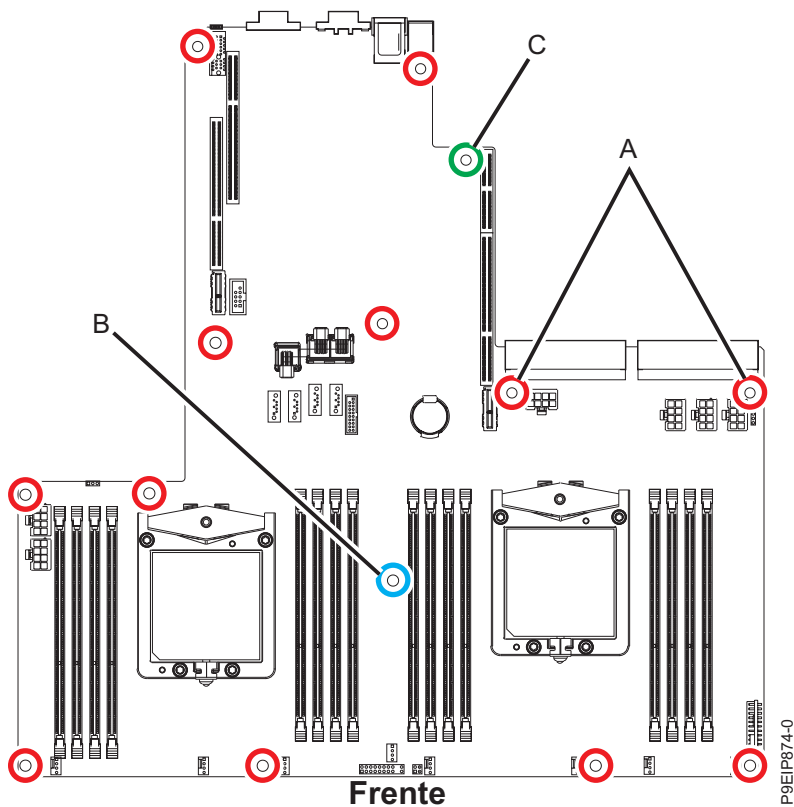

Figura 67. Locais dos parafusos
10. Remova os 14 parafusos do painel traseiro do sistema. Os locais dos parafusos são mostrados na Figura 67 na página 58. Dois parafusos em (A) são um pouco mais longos. Um parafuso longo está localizado em (B) para suportar o adaptador PCIe. Se o sistema tiver unidades de disco traseiras, outro parafuso longo estará localizado em (C).